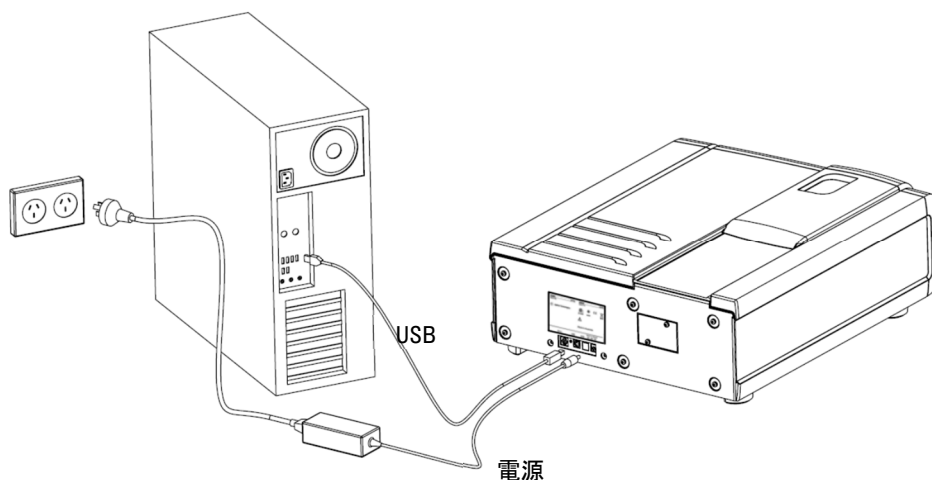

図 1. ハードウェアの接続
- 2 電源に電源ケーブルを接続し、Cary 60と電源コンセントに接続します。図1を参照してください。